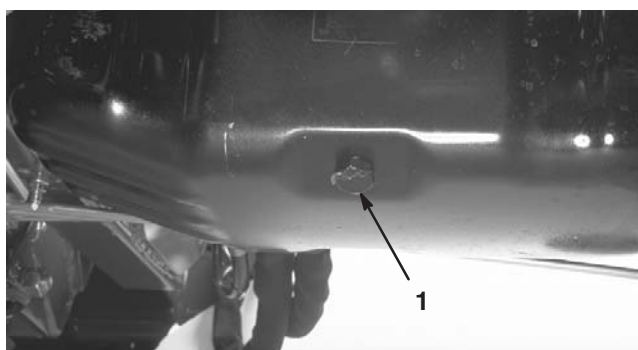

Bild 38
2. Stellen Sie eine Auffangwanne unter die Ablassschraube (Bild 38). Reinigen Sie den Bereich um die Ablassschraube.